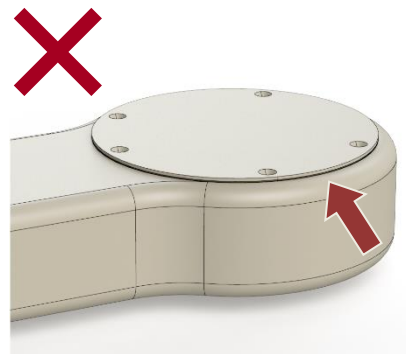

Abbildung 2. Nicht konforme Patientenschnittstelle
- 2) leicht gelockert ist und nicht plan zur Oberfläche (vgl. Abbildung 2) oder